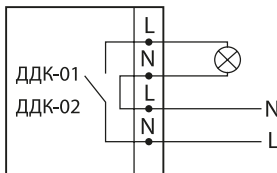

Рисунок 3. Схема подключения датчиков ДДК-01 и ДДК-02
- произвести подключение проводов питания и нагрузки к проводам датчика согласно схеме подключения (рисунок 3).
5.3.1. Для тестирования необходимо подключить датчик к сети и нагрузке, согласно схеме подключения на корпусе или в данном паспорте (рисунок 3).